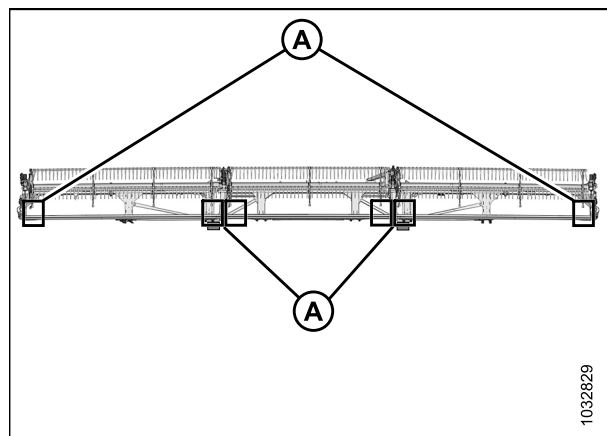

Рисунок 4.264: Расположение точек замера FlexDraper® — тройное мотовило
- Жатки со строенным мотовилом: Рис. 4.264, страница 742